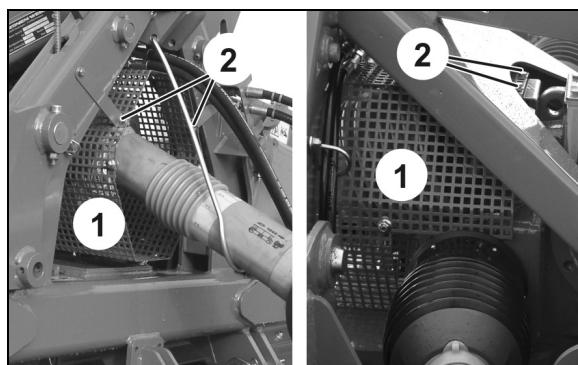

Fig. 25
2. Maschinenseitigen Gelenkwellenschutz (Fig. 25/1) mit Schraube und Mutter an den 4 Befestigungspunkten (Fig. 25/2) montieren.